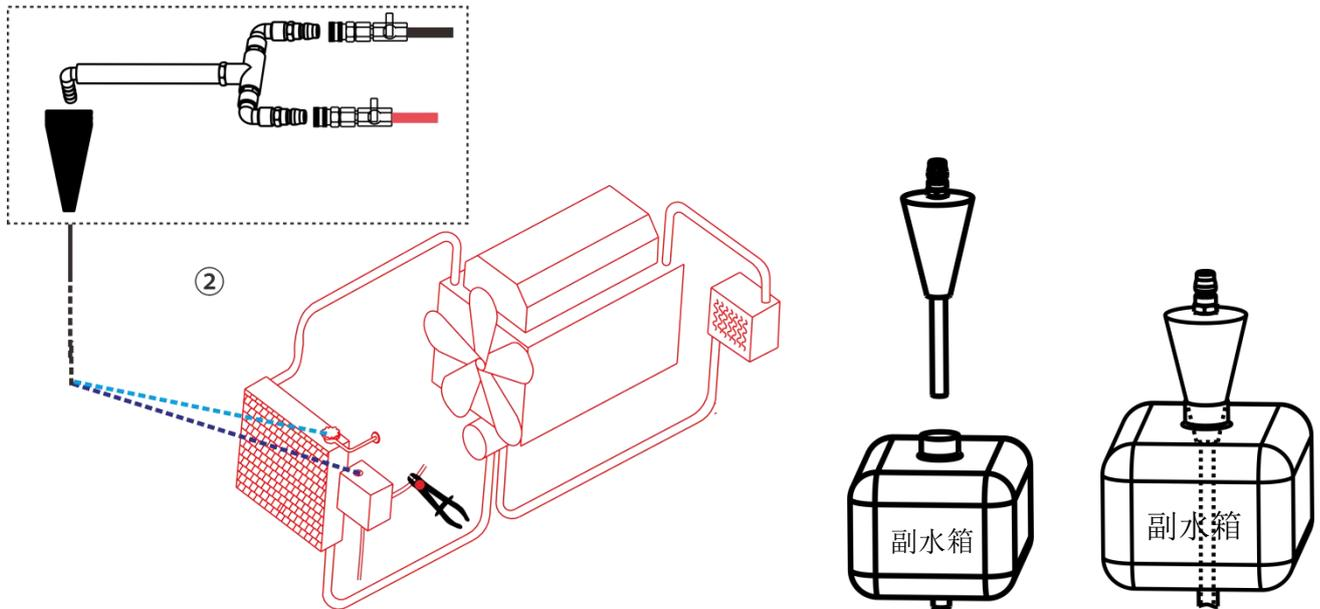

图 5
2. 用 Y 形接头一端分别连接加液管（红）和回液管（黑），另一端连接锥形接头，插入 PU 管，然后再根据车型选择将锥形接头伸入水箱口或副水箱口；请确保：1) PU 管浸入到车内冷却液管路内；2) 锥形接头与水箱口或副水箱口保持密封状态（如图 5）；